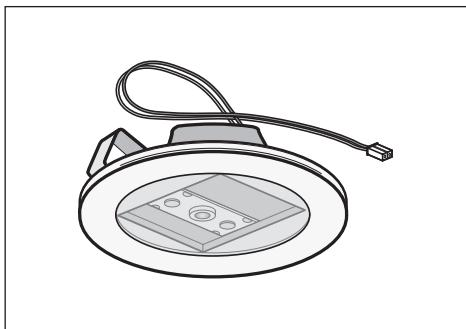

Fig.18
• Замена светодиодных ламп (Рис.18):